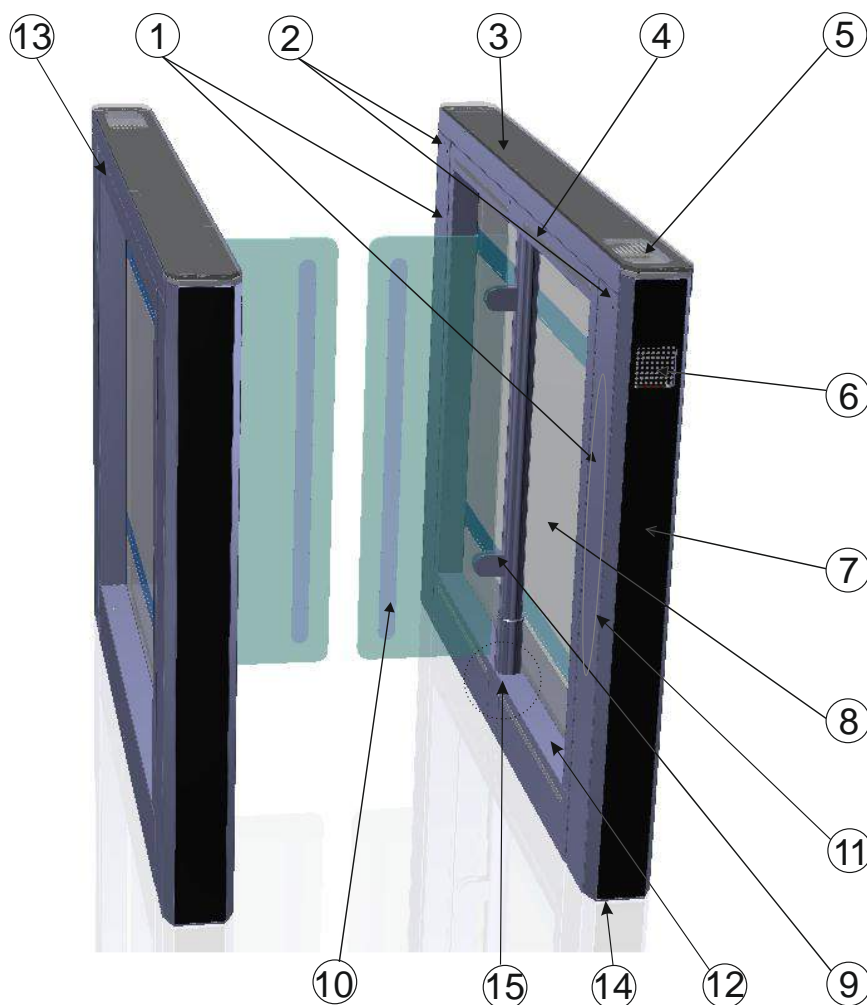

Рис. 4 – Конструкция турникета «SWEEPER-S-1» однопроходного ТЗ.КCD.XD
1.4.2.1 Корпус калитки представляет собой каркас **14** (Рис.4), на который монтируются верхняя **13** и нижняя облицовка **12**, панель торцевая **7**, дверь боковая **1** из нержавеющей стали, перегородка **8** из 8 мм закаленного стекла. Сверху на каркас крепится столешница **3** (материал облицовки определяется заказом).